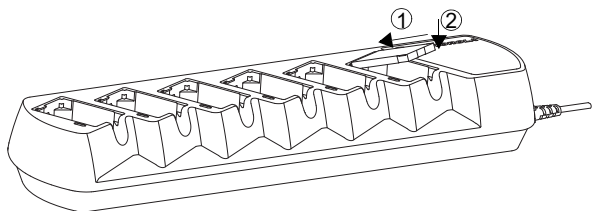
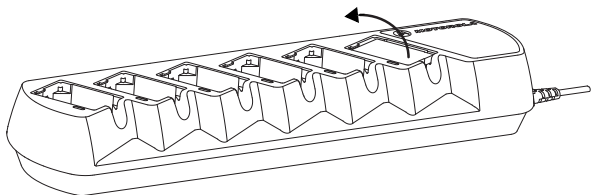

図 4: バッテリーを充電器ポケットに挿入する
図 5: バッテリーを充電器ポケットから取り外す
4. バッテリーを充電するには、次の手順に従って充電器のポケットにバッテリーを挿入します: (「図 4」と「図 5」を参照してください)